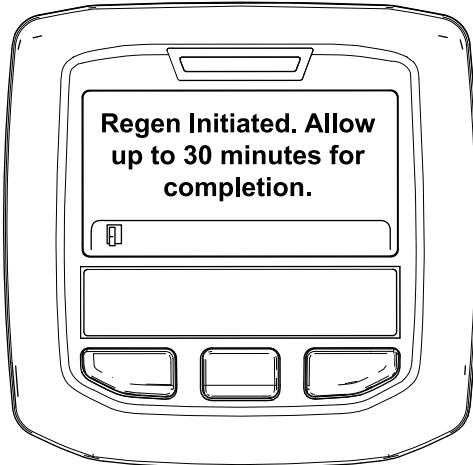

Bild 48
- Wenn die Regenerierung zugelassen wird, wird die Meldung „Regen. Initiated. Allow up to 30 minutes for completion“ im InfoCenter angezeigt. Warten Sie, bis die Maschine die geparkte Regenerierung abgeschlossen hat (Bild 48).